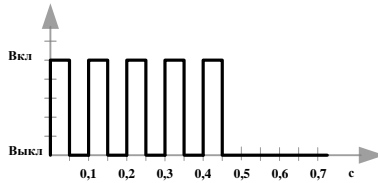

Рис. 6. Индикация успешного ввода кода
6. Ввод символа "\*" (звёздочка). При успешном вводе сервисного кода светодиод мигнёт 5 раз в течение полсекунды (рис. 6).
4. Ввод символа "\*" (звёздочка) для подтверждения окончания ввода кода. Светодиод мигнёт 5 раз (рис. 6).
4. Ввод символа "\*" (звёздочка) для подтверждения окончания ввода номера позиции. Светодиод мигнёт 5 раз (рис. 6).
6. Ввод символа "\*" (звёздочка) для подтверждения окончания ввода кода. Светодиод мигнёт 5 раз (рис. 6).